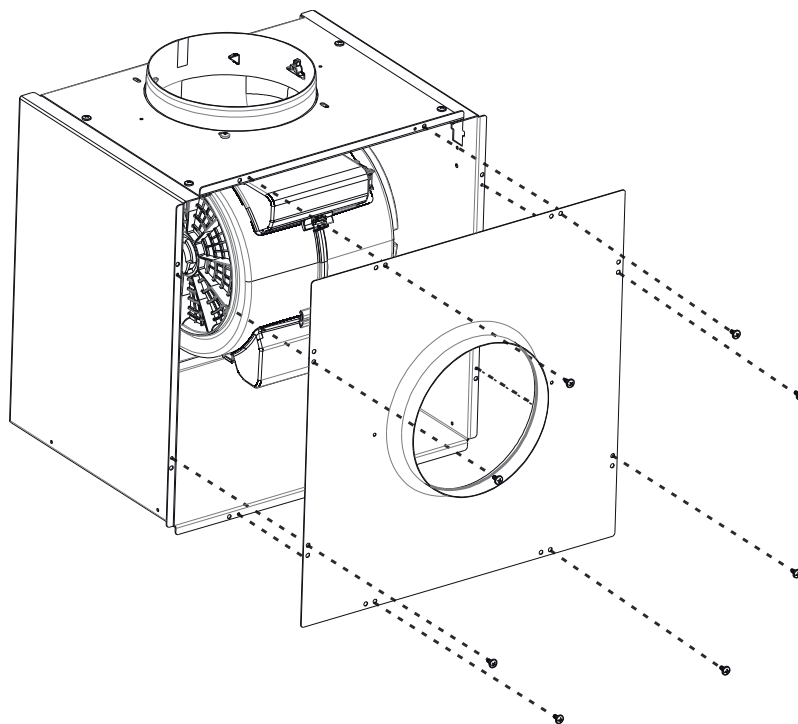

Fig. 27
2. ➤ Brug nu 1 stk adapterplade med rundt hul til at lukke motor-kabinettets åbne ende og skru den fast vha. 8 skruer (Fig. 27).